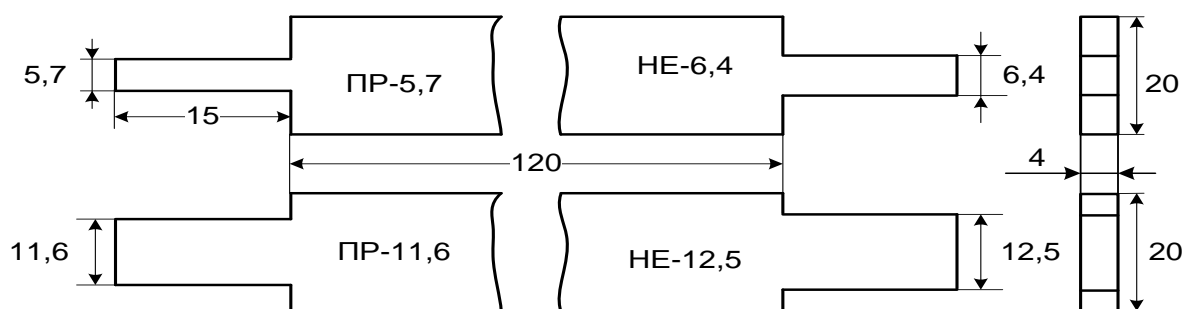

Рисунок 3. Шаблоны для проверки расстояния между контактными пружинами («ПР» - проходит, «НЕ» - не проходит).
7.5.4 При разных положениях крышек УЗП (поднятом и опущенном) и при выключенном положении курбельного контакта с помощью шаблонов, входящих в набор инструментов электромеханика СЦБ для ремонта и обслуживания стрелочного электропривода (см. рис. 3) произвести проверку расстояний между контактными пружинами контрольных и рабочих контактов автопереключателя следующим образом (проверка производится при отсутствии ножей между контактными пружинами):